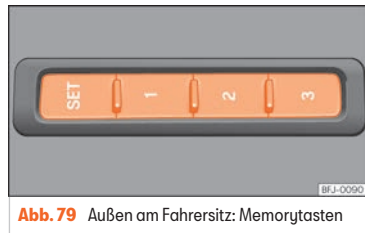

Abb. 79 Außen am Fahrersitz: Memorytasten
- Taste **SET** länger als 1 Sekunde drücken »» (Abb. 79).